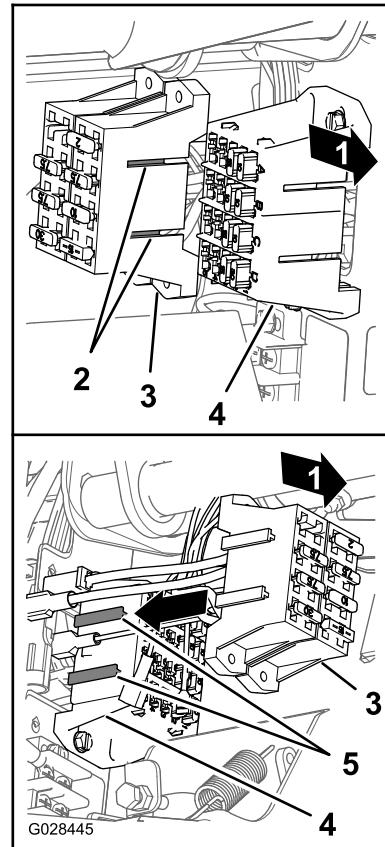

Figure 24
4. Alignez les éléments en T du porte-fusibles du pulvérisateur et les fentes en T du porte-fusibles de la machine, et glissez le porte-fusibles du pulvérisateur dans les fentes jusqu'à ce qu'il soit parfaitement fixé (Figure 24).